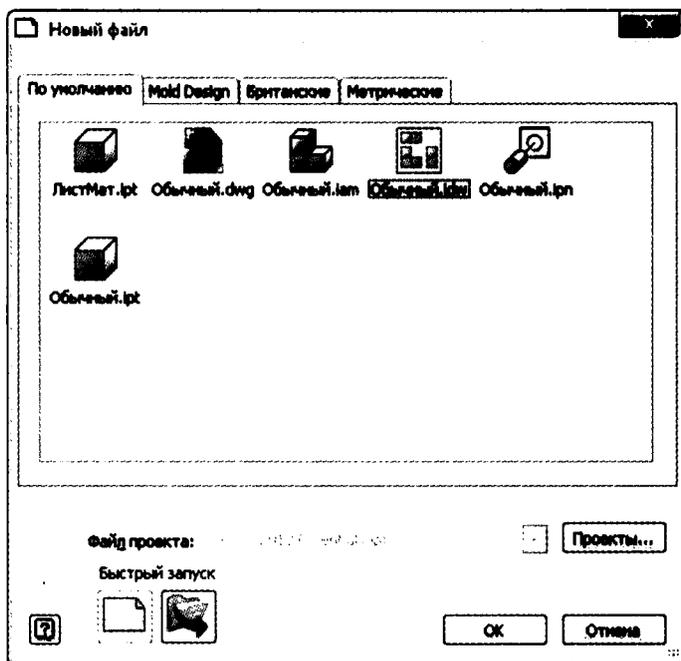

Рис. 2.1. Шаблоны разделены по вкладкам
3. В диалоговом окне создания нового файла выберите вкладку **По умолчанию** (см. рис. 2.1).